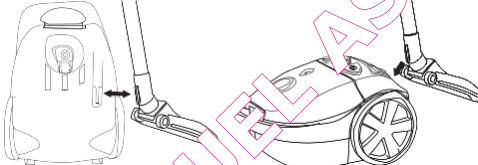

Figura 10 Parcheggiare l'aspirapolvere
1. Non appena l'indicatore "sacchetto pieno" diviene completamente rosso, è necessario sostituire immediatamente il sacchetto; vedere figura 10.